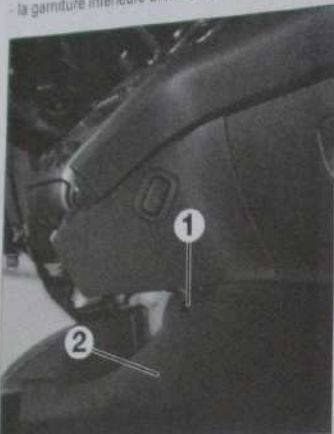

Fig. 29
- la vis (1) (Fig. 29),
- la garniture inférieure droite de planche de bord (2).